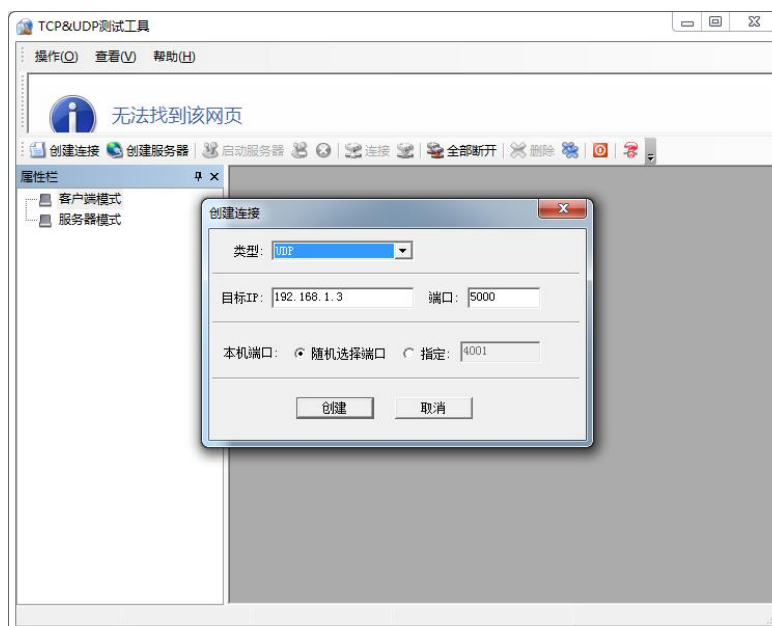

图4.77 PC端启动UDPIP服务
5) 打开TCP&UDP测试工具，客户端模式新建连接，连接类型为UDP，目标IP为控制器IP，端口号5000，本机端口指定为5010(需要和控制器发送数据指令的目标端口对应)，创建后连接，如图4.77所示。